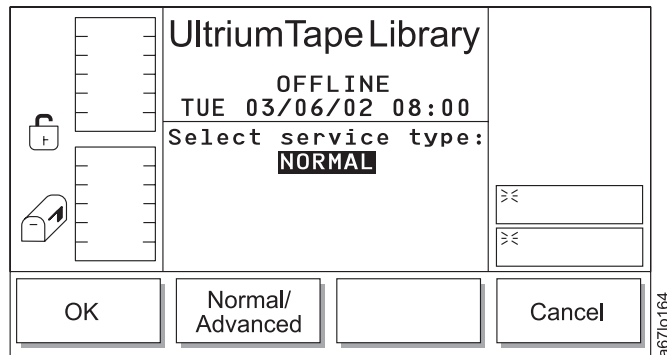

Abbildung 160. Startdialog
- Wird **Start** ausgewählt, erscheint der Startdialog (siehe Abb. 160 auf Seite 174).
Tabelle 109. Übersetzung von Abb. 160, Startdialog